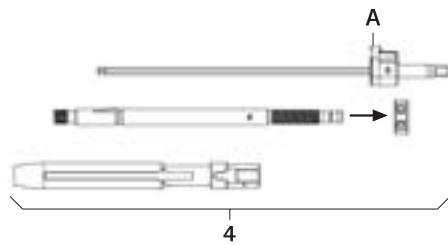

Fig. 2
- Desmontar la palanca de reposición 4, ver Fig. 2: Presionar con fuerza el cabezal A y extraer el des-tornillador FW234R.